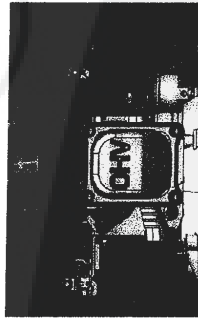

Fig. 7A
2. Pressez la poire d'amorçage 3 à 5 fois avant de démarrer le moteur. (Fig. 7A)